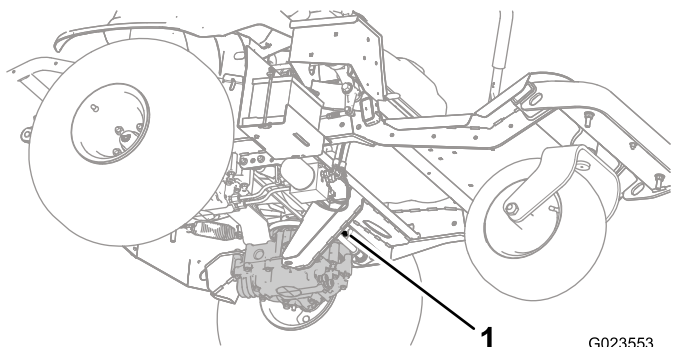

图27
2. 从机器下方旋转旁通阀控制杆图27和图28让它们朝内指向机器中心图29并分离手刹请参阅使用手刹(页码21)。